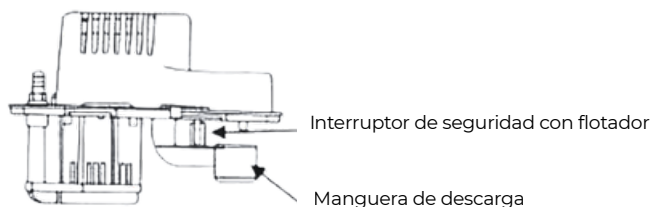

Figura 6
2. Retira la tapa superior quitando los tornillos (ver Figura 6).
2. Llena manualmente el depósito de la bomba con agua y mantenlo lleno. La bomba debería comenzar a funcionar automáticamente (ver Figura 6).